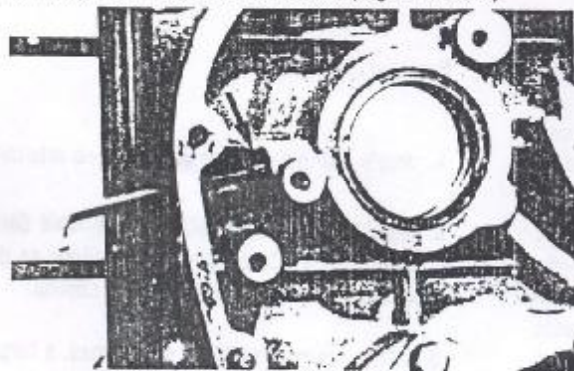

Figura 1.05.1 - Remoção do parafuso de posicionamento
3. Remover o parafuso Allen de posicionamento do casquilho dianteiro da árvore de manivelas (Figura 1.05.1).
3. Instalar o parafuso Allen de posicionamento do casquilho dianteiro da árvore de manivelas (Figura 1.05.1).